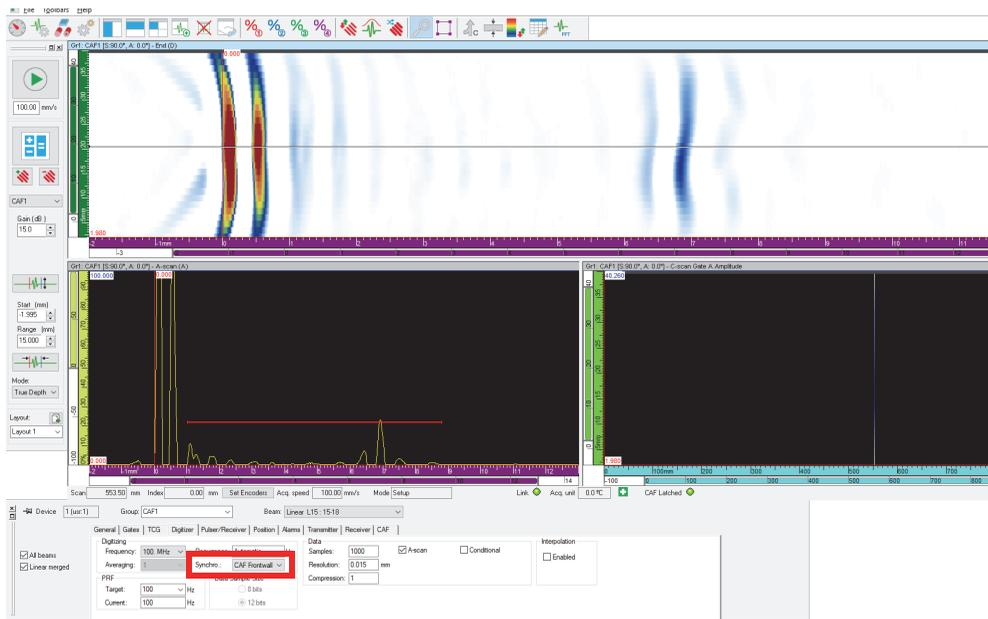

Figura 4-61 CAF sincronizzato
9. Selezionare **Configurazioni UT > Digitalizzatore**, sincronizzare (Figura 4-61 a pagina 160) il gruppo CAF con l’algoritmo e in seguito definire la scala UT.